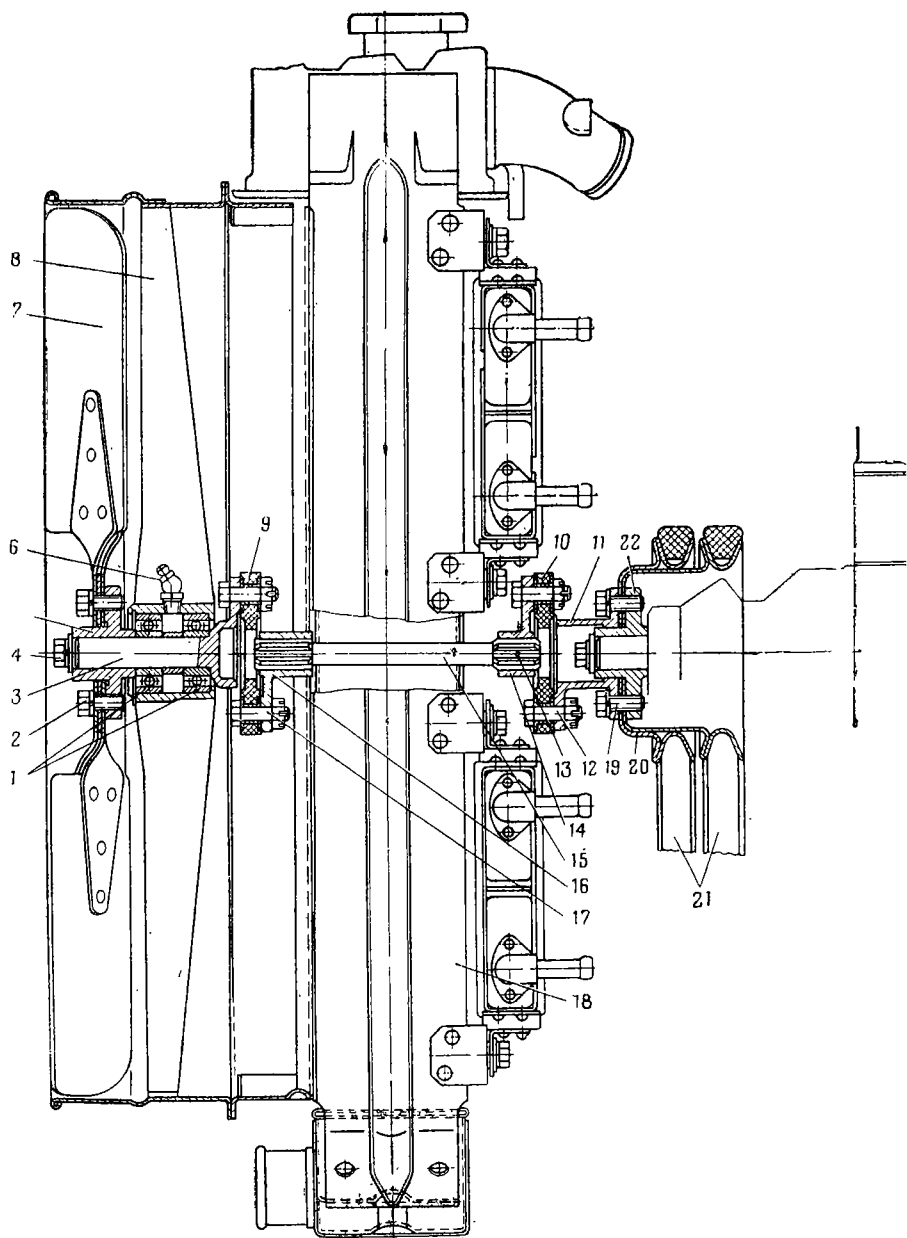

Рис. 36. Установка вентилятора и его привода:
8. Снять водяной радиатор 18 (рис. 36) с промежуточного вала 15 и вынуть из корпуса машины.
1. Установить водяной радиатор 18 (рис. 36) на промежуточный вал 15.
2. Вывернуть болты *2* (рис. 36) крепления вентилятора *7* и снять вентилятор со ступицы *5*.
1. Установить муфты 9 и 10 (рис. 36) и вилки 14 и 16 на фланец 11 и фланец вала 3 вентилятора и закрепить болтами 12 и 17 с гайками и плоскими шайбами. Гайки затянуть до отказа и зашплинтовать шплинтами.
4. Расшплинтовать и отвернуть гайки болтов 12 (рис. 36) и снять муфту 10 и вилку 14 в сборе с промежуточным валом 15.
2. Установить шкивы 20 (рис. 36) и фланец 11 на ступицу 22 водяного насоса и закрепить болтами 19 с пружинными шайбами.